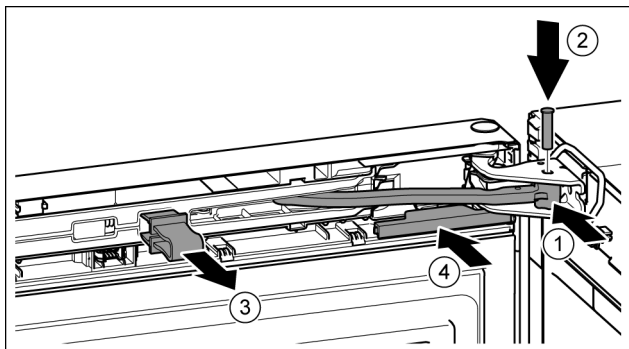

Fig. 42
- ▶ Περιστρέψτε την άρθρωση στο στήριγμα. Fig. 42 (1)
- ▶ Τοποθετήστε τον πείρο στο στήριγμα και στην άρθρωση. Βεβαιωθείτε ότι το έκκεντρο ασφάλισης εφαρμόζει σωστά στην εγκοπή. Fig. 42 (2)
- ▶ Αφαιρέστε την ασφάλεια. Fig. 42 (3)
- ▶ Ωθήστε το κάλυμμα. Fig. 42 (4)